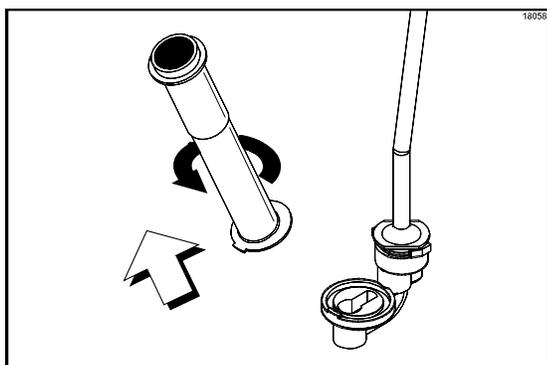

図79
11. シリンダーを時計と反対方向に回し、バルブ本体から取り外します(図79を参照。)